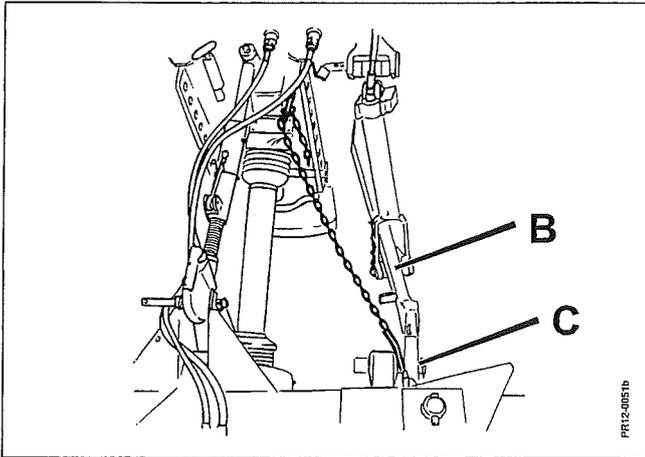

Fig. 2-12
- Fig. 2-12 3) Die Unterlenker **B** des Schleppers an die Anbaustellen **C** der Maschine ankuppeln.